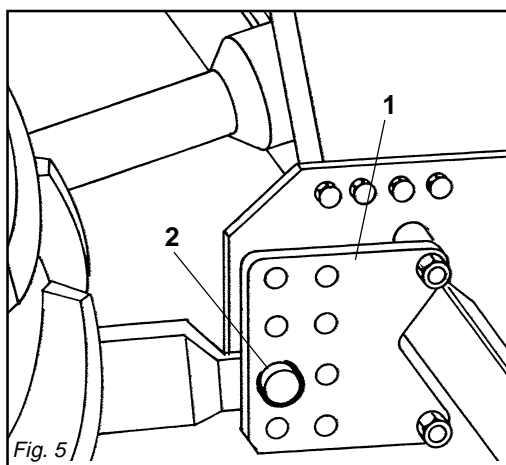

Fig. 5
Tutte le zappatrici sono applicabili a qualsiasi trattore munito di attacco universale a tre punti. Poiché le barre del sollevatore di ciascun trattore hanno una loro lunghezza ed un foro con un ben determinato diametro, è necessario per ogni modello determinare la posizione più favorevole della zappatrice spostando le piastre (1 Fig. 5) nella posizione ottimale e inserendo i perni (2 Fig. 5) nei fori più indicati a seconda della necessità e del giusto diametro.
This is done by inserting the pins of the correct diameter (2 Fig. 5) into the most suitable plate holes as required.
Der Anbau des Gerätes am Schlepper muß auf ebenem Boden erfolgen. Alle Hackfräsen lassen sich an jedem Schlepper montieren, der mit einer universellen Dreipunkt-Kupplung versehen ist. Da die Lenker jedes Schleppers eine andere Länge und ein Loch mit einem bestimmten Durchmesser haben, ist es für jedes Modell erforderlich, sie günstigste Anbauposition der Hackfräse festzulegen, indem man die Bolzen (2 Abb. 5) in die Löcher der Platten steckt, die je nach Bedarf und dem richtigen Durchmesser in Frage kommen. Der Hersteller haftet nicht für Schaden am Schlepper.
Les barres du relevage de chaque tracteur ont une longueur et un trou d'un diamètre donné; pour chaque modèle, il faudra donc déterminer la position plus favorable de la houe à monter, en introduisant les pivots (2 Fig. 5) dans les plus appropriés à vos exigences et du diamètre convenable.
Considerando que las barras del elevador de cada uno de los tractores tienen una longitud y un orificio con un preciso diámetro, es necesario para cada modelo determinar la posición más favorable de la binadora a aplicar, introduciendo los pernos (2 Fig. 5) en los orificios más adecuados de acuerdo a su diámetro.
- 1 - Accostare le barre del sollevatore ponendole all'interno delle piastre (1 Fig. 5), inserire il perno (2 Fig. 5) nel foro predisposto e bloccare con le copiglie a scatto.
- 1- *Near the lift bars, setting them in the most suitable plates (1 Fig. 5). Insert the pin (2 Fig. 5) into the relative hole and lock in place with the snap-in split pins.*
- 1- Die Lenker des Krafthebers annähern und in die am besten geeigneten Platten schieben (1 Abb. 5). Den Bolzen (2 Abb. 5) in das Loch stecken und mit dem einrastenden Splint blockieren.
- 1- *Approchez les barres du relevage en les plaçant à l'intérieur des plaques les plus appropriées (1 Fig. 5), introduisez l'axe (2 Fig. 5) dans le trou correspondant et bloquez par les goupilles à encastrement.*
- 1- Acercar las barras del elevador poniéndolas dentro de las placas más indicadas (1 Fig. 5), introducir el perno (2 Fig. 5) en el orificio y bloquear con los pasadores de resorte.